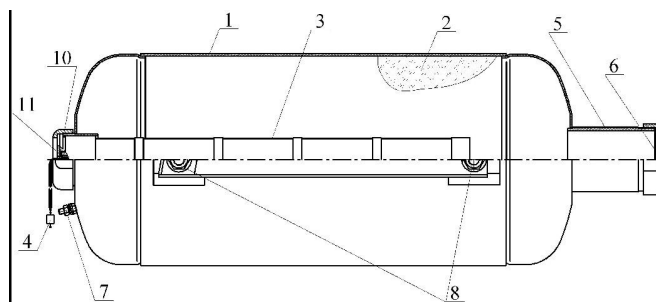

Figura 1
4.1.1 Modulul MPP (vezi Figura 1) este compus din carcasa **1**, în care sunt amplasate pulberea de stingere (PS) **2** și sursa de gaz rece (SGR/CGS) **3**, împreună cu elementul declanșator electric **4**. În partea din față a carcasei este amplasat pulverizatorul **5**, al cărui orificiu de evacuare aferent este obturat de membrana **6**. Modulul este prevăzut cu bornă de împământare **7**. Pe suprafețele laterale ale carcasei sunt amplasate patru axuri filetate **8** pentru fixarea elementelor de
7.3 Setul de livrare pentru reîncărcarea modulului pentru modificările aferente MPP(N)-24 și MPP(N-T)-24 (vezi Figura 1):
- CGS-24(M)-01 SIAV 066614.025.000 TU pentru MPP în versiune normală, sau CGS-24(M)-02 SIAV 066614.025.000 TU pentru MPP în versiune specială (vezi elementul 3 din Figura 1) – 1 bucată;
- inel de cauciuc 050-054-25 GOST 9833-73 (vezi elementul 10 din Figura 1) – 1 bucată;
- pulbere de stingere ISTO-1 TU 2149-001-54572789-00 (vezi elementul 2 din Figura 1) – 22 kg;
- membrană SIAV 634233.007.005 (vezi elementul 6 din Figura 1) – 1 bucată.
- CGS-24(M)-06 SIAV 066614.025.000 TU pentru MPP în versiune specială (vezi elementul 3 din Figura 1) – 1 bucată;
- inel de cauciuc 058-062-25 GOST 9833-73 (vezi elementul 10 din Figura 1) – 1 bucată;
- garnitură de cauciuc SIAV 634233.006.023 (vezi elementul 11 din Figura 1) – 1 bucată;